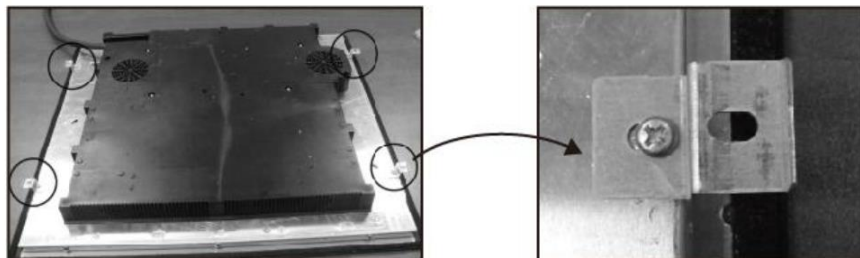

Fig. 5
- Una vez instalado, fije la placa de cocción a la encimera con 4 tornillos en la parte baja de la placa de cocción (véase la fig. 5). Ajuste la posición del soporte de montaje en función del grosor de la encimera.